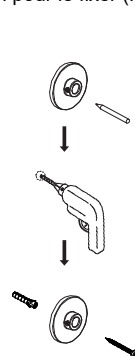

Figure 12
- Installer le support mural sur la position marquée (Figure 12). Couvrez la barre de douche thermostatique pour éviter la poussière.